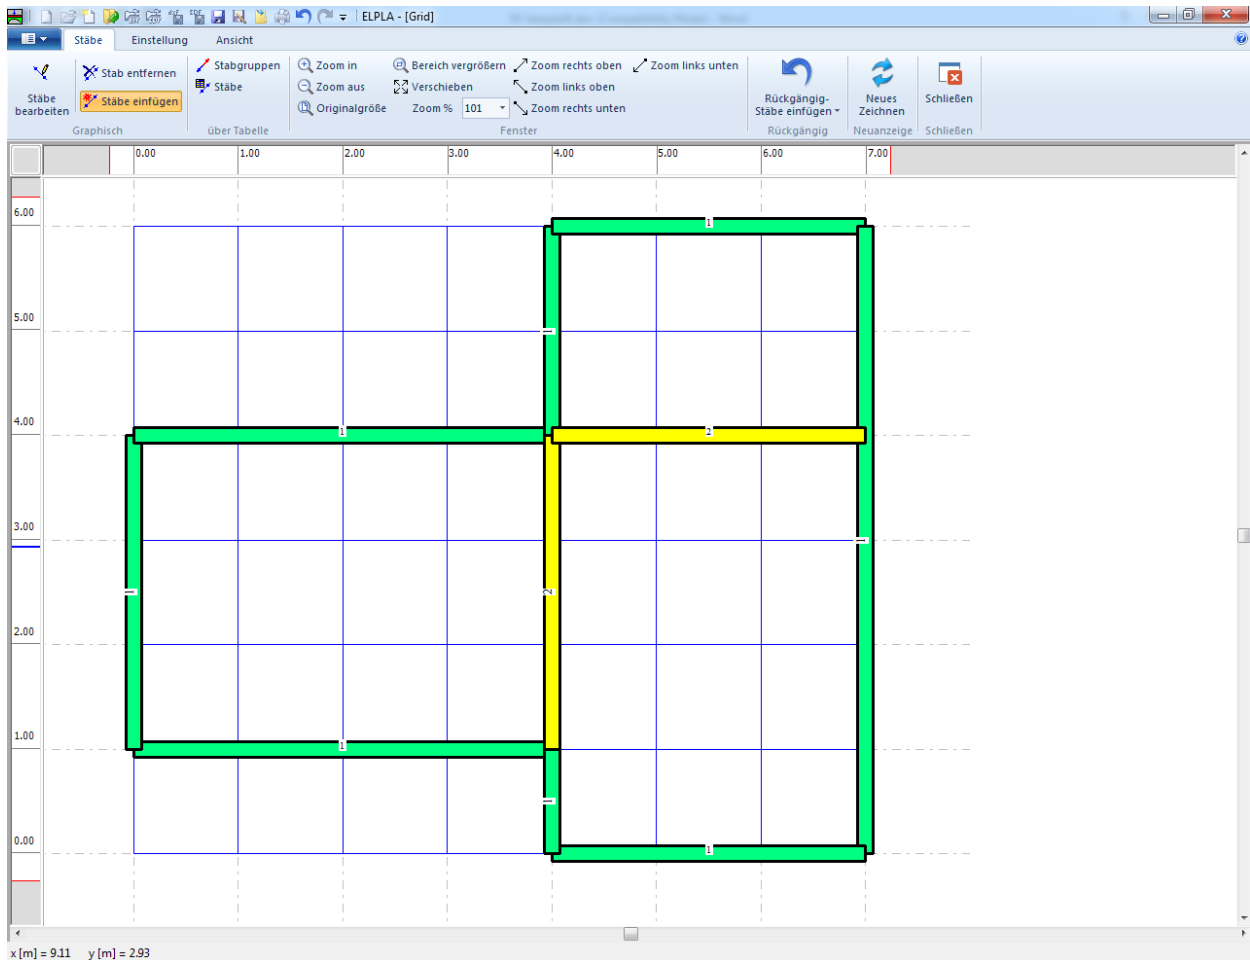

Bild 4.17 Dialogfeld "Trägerrost mit Trägern (Stäben) Querschnitt 1 + 2"
Wiederholen Sie die vorherigen Schritte, um die übrigen Träger im Netz einzufügen. Nachdem Sie die Definition aller Träger beendet haben, sollte der Bildschirm wie das folgende Bild 4.17 aussehen.
- Wählen Sie "Speichern" aus dem "Datei"-Menü im Bild 4.17, um die Daten der Stäbe zu speichern
- Wählen Sie "Schließen" aus dem "Datei"-Menü im Bild 4.17, um das Fenster "Stäbe" zu schließen und zum Hauptfenster des Programms *ELPLA* zurückzukehren